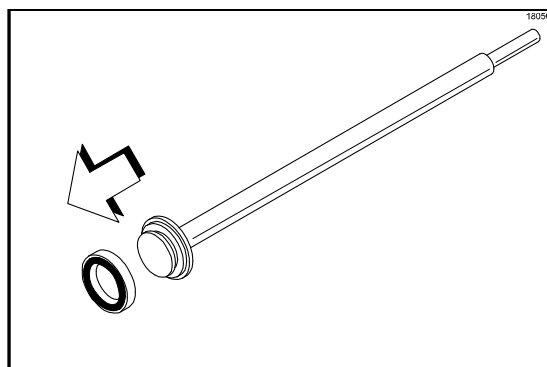

Figura 76
7. Retire o conjunto de vedação do conjunto do êmbolo. (Veja a Figura 76.)